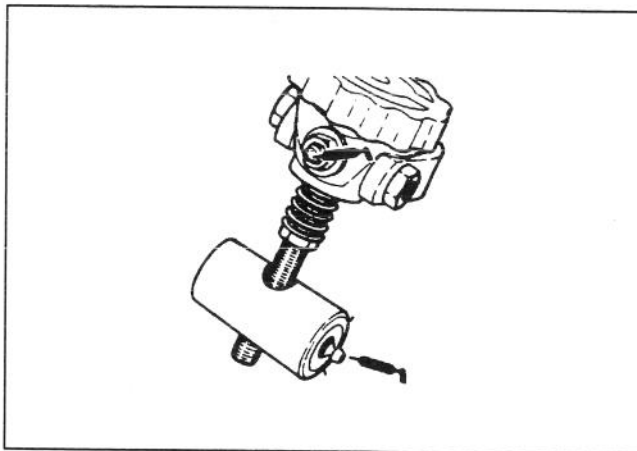
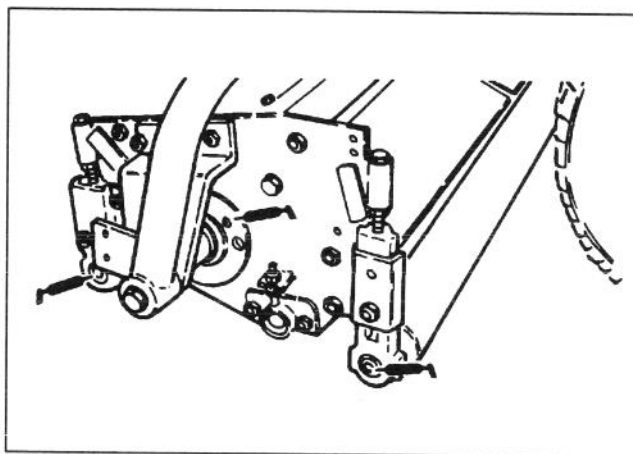

Figure 27
Figure 28
Les endroits à graisser sur l'unité de coupe sont: le bouton de réglage centralisé (2) (Fig. 27), le roulement à bride du cylindre (2) et les rouleaux avant et arrière (Fig. 28).